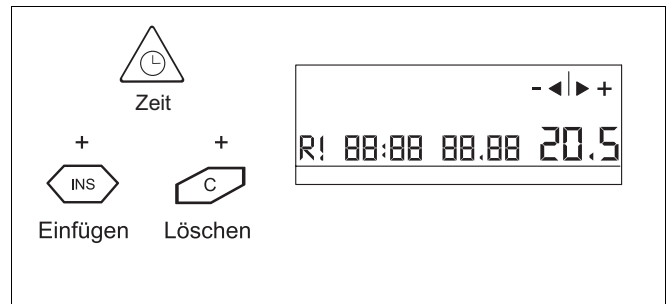

Abb. 17 Zurücksetzen auf die Voreinstellungen
- Die Tasten „INS“ und „C“ (Abb. 17) gleichzeitig drücken und gedrückt halten, bis alle Zahlen im Display verschwunden sind.